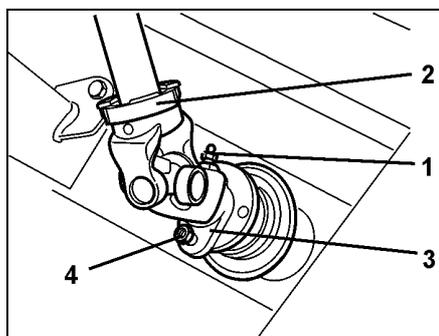

Fig. 37
5. Schmiernippel (Fig. 37/1) lösen und Gelenkwelle (Fig. 37/2) aufstecken.
6. Anschlussgabel (Fig. 37/3) mit Abscherschraube (Fig. 37/4) befestigen.
7. Schmiernippel (Fig. 37/1) eindrehen.